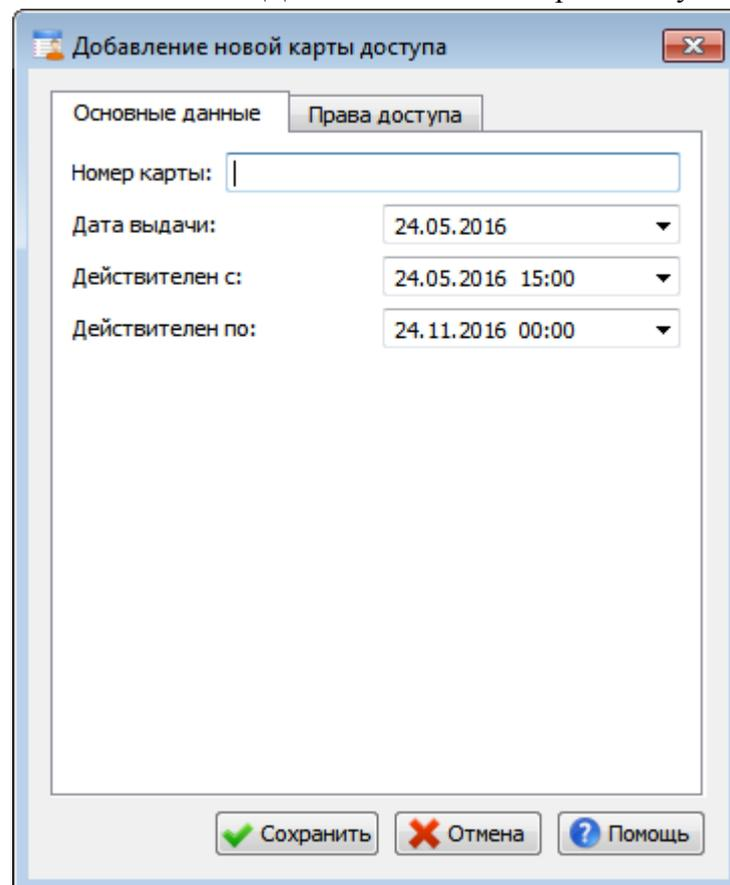

Рис. 91
- Нажмите кнопку  на панели инструментов вкладки «Карты» нижнего списка. На экране появится окно «Добавление новой карты доступа» (Рис. 91).